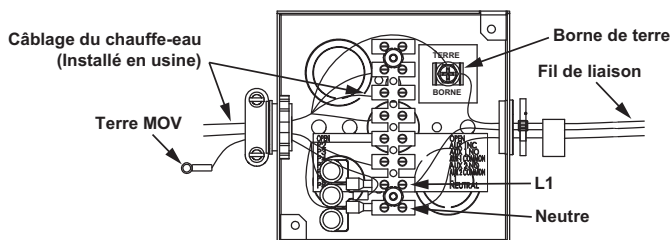

Figure 56
Le fil chaud 120 V c.a. provenant de l'alimentation en électricité doit se connecter au fil noir ou à l'emplacement « L1 » du bloc de jonction dans la boîte de jonction et le fil neutre 120 V c.a. doit se connecter au fil blanc ou à l'emplacement « Neutre » du bloc de jonction dans la boîte de jonction pour une polarité correcte. Voir Figure 56.
3. Connecter le fil chaud 120 V c.a. provenant de l'alimentation en électricité au fil noir ou à l'emplacement marqué « L1 » du bloc de jonction à l'intérieur de la boîte de jonction située sur le dessus du chauffe-eau. Si le fil noir est utilisé, faire la connexion à l'intérieur de la boîte de jonction avec un serre-fils de bonne dimension et enrouler du ruban isolant autour du serre-fils et de l'extrémité du fil. Voir boîte de jonction Figure 56 et schéma de câblage Figure 67 à la page 66.
4. Connecter le fil neutre 120 V c.a. provenant de l'alimentation en électricité au fil blanc ou à l'emplacement marqué « Neutre » du bloc de jonction à l'intérieur de la boîte de jonction située sur le dessus du chauffe-eau. Si le fil blanc est utilisé, faire la connexion à l'intérieur de la boîte de jonction avec un serre-fils de bonne dimension et enrouler du ruban isolant autour du serre-fils et de l'extrémité du fil. Voir boîte de jonction Figure 56 et schéma de câblage Figure 67 à la page 66.
5. Connecter le fil de terre provenant de l'alimentation en électricité à la patte de la mise à terre à l'intérieur de la boîte de jonction. Voir boîte de jonction Figure 56 et schéma de câblage Figure 67 à la page 66.